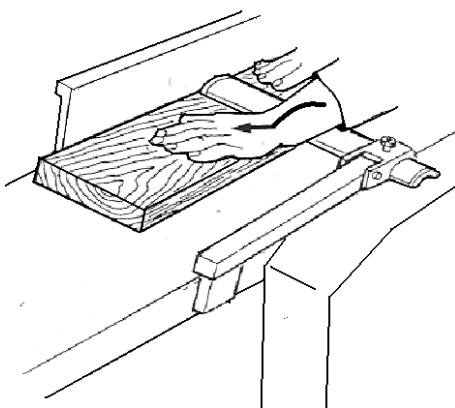

Рис. 11
- При направлении обрабатываемой детали руки скользят над ограждением режущего блока (Рис. 11).